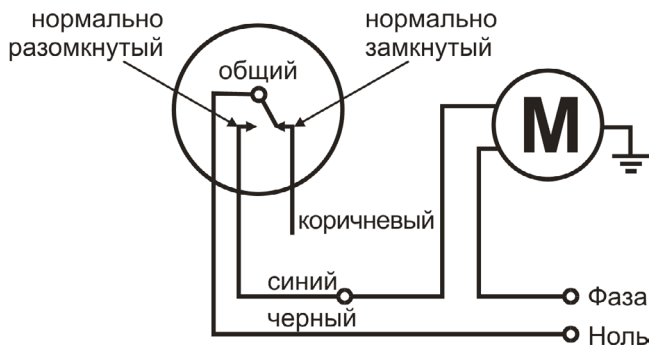

Рис. 2
2.1. Подключите синий провод поплавкового выключателя к линии питания насоса или клапана, а черный – к нулю, как показано на рис. 2.